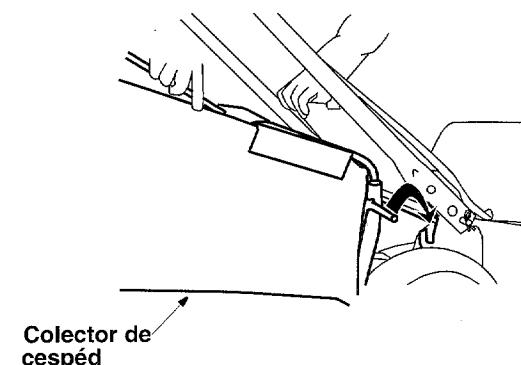

Figura 7
- Sujetando firmemente la bolsa de césped, coloque la bolsa en la cortadora según se muestra en la Figura 7.
- Coloque los ganchos, ubicados a ambos lados del armazón del retenedor de césped, sobre la varilla de pivotе de la puerta de la canaleta en la parte posterior de la unidad. Vea la Figura 7. Desenganche la puerta de la canaleta.